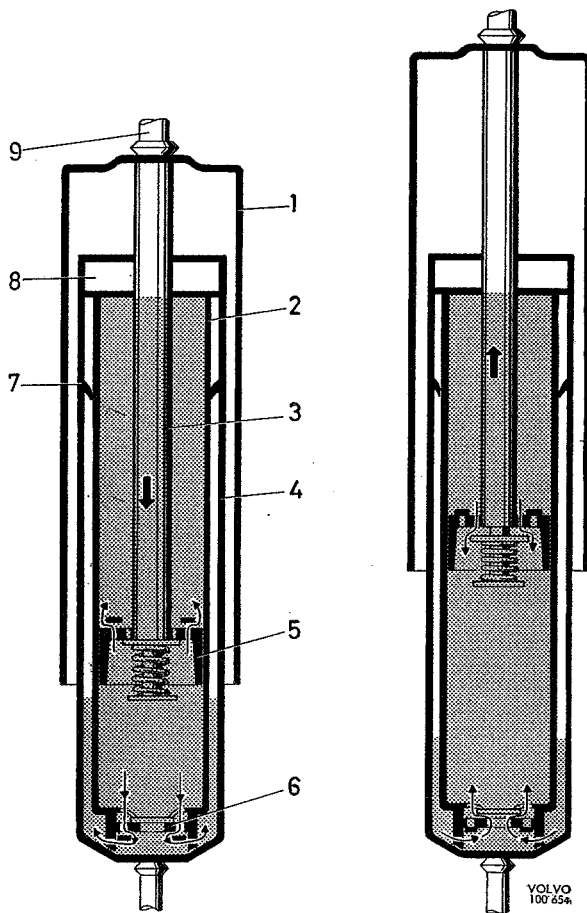

Fig. 7-6. Schokbreker, werking
De constructie van de schokbrekers laat Fig. 7-6 zien. De buitenste cilinder (1) dient alleen als een bescherming tegen stof en vuil. De andere twee cilinders (2) en (4) zijn concentrisch aangebracht, de één in de ander. De binnenste cilinder (2) is de eigenlijke werkcilinder waarvan de onderzijde voorzien is van een klep (6). In de binnenste cilinder bevindt zich een zuiger (5), waarin kanalen zijn geboord; de doorgang van de olie door deze kanalen wordt door kleppen geregeld.